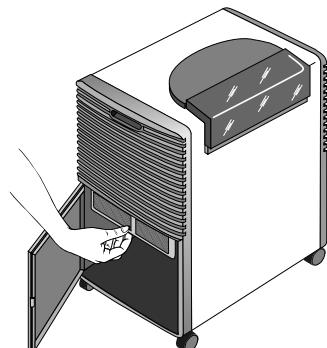

Fig. 4
- Pour enlever le filtre à air, ouvrir la porte, enlever le réservoir et extraire le filtre en le tirant vers le bas (fig. 4).